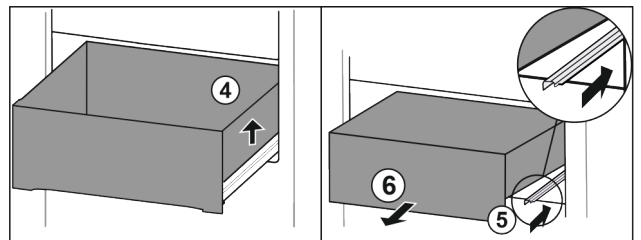

Fig. 83
- ▶ Levante el cajón por la derecha. Fig. 83 (4)
- ▶ Retraiga la guía derecha. Fig. 83 (5)
- ▶ Extraiga el cajón hacia adelante. Fig. 83 (6)